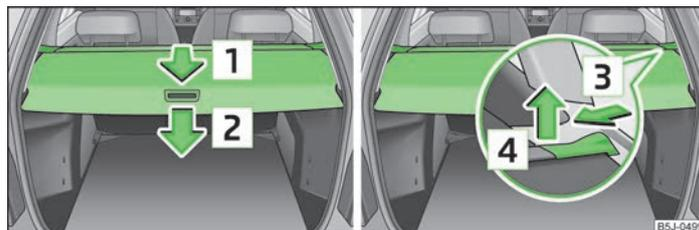

Abb. 49 Gepäckraum: aufrollbare Gepäckraumabdeckung / aufrollbare Gepäckraumabdeckung ausbauen
- Die aufrollbare Gepäckraumabdeckung in Pfeilrichtung » Abb. 49 bis zum Anschlag in die gesicherte Stellung ziehen.